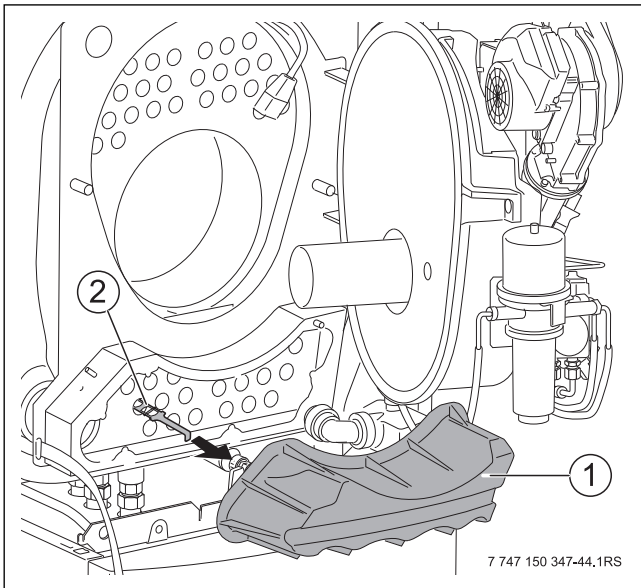

Bild 82 Turbulatoren herausziehen
- ▶ Abgasschalldämpfer (→ Bild 82, [1]) entfernen.
- ▶ Turbulatoren (→Bild 82, [2]) entnehmen und reinigen.